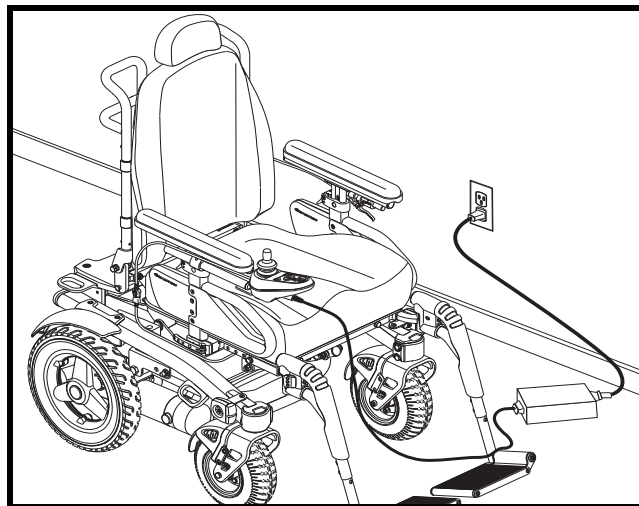

Figura 23. Caricamento della batteria
3. Collegare il caricatore esterno con la presa per caricabatterie esterno/programmazione sulla centralina. Vedere figura 23.